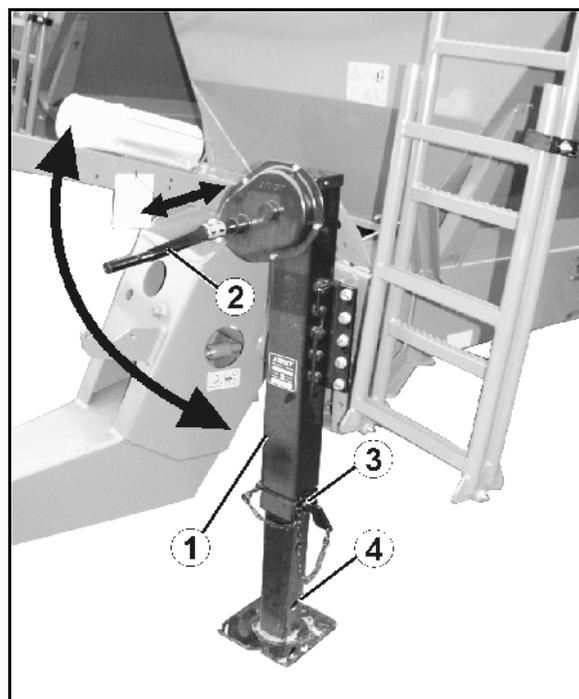

Fig. 41
1. Tourner la manivelle (Fig. 41/2) vers le haut jusqu'à arriver en butée pour relever la béquille (Fig. 41/1).
2. Retirer l'axe (Fig. 41/3) de la béquille.
4. Introduire et serrer l'axe dans l'alésage inférieur (Fig. 41/4).
1. Immobiliser la partie intérieure de la béquille et retirer l'axe (Fig. 41/3) de la béquille.
4. Tourner la manivelle (Fig. 41/2) vers le bas jusqu'à arriver en butée pour abaisser la béquille (Fig. 41/1) jusqu'à ce que la chape d'attelage soit libérée.